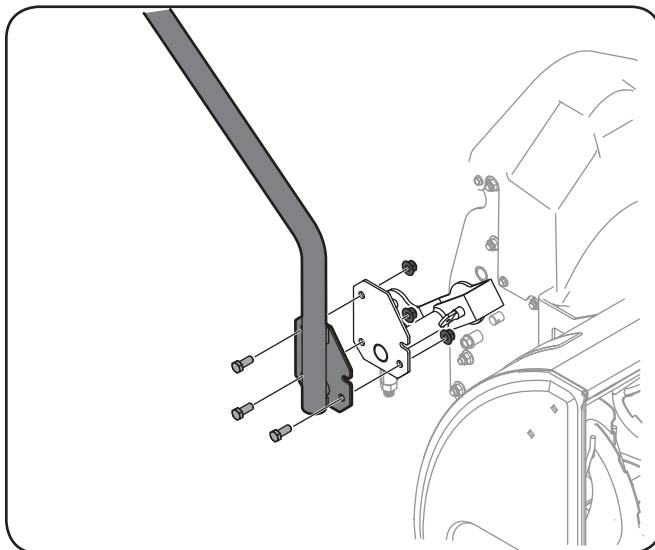

Figure 3-19
1. À l'aide de deux clés de $\frac{5}{16}$ ", fixez la commande de relevage sur le boîtier des tarières avec trois vis hexagonales et trois écrous autobloquants à bride. Voir Figure 3-19.